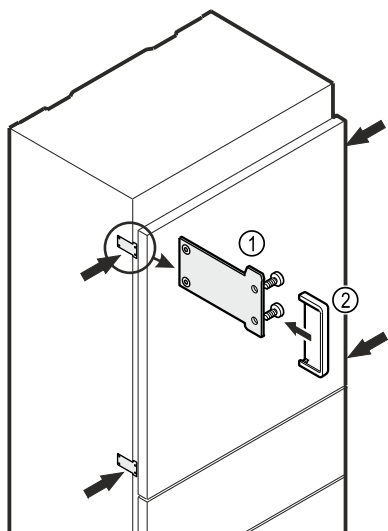

Fig. 23
- Fissare l'apparecchio al corpo del mobile tramite le linguette di fissaggio Fig. 23 (1) e due viti 4x16 per ciascuna.
- Montare la copertura Fig. 23 (2).